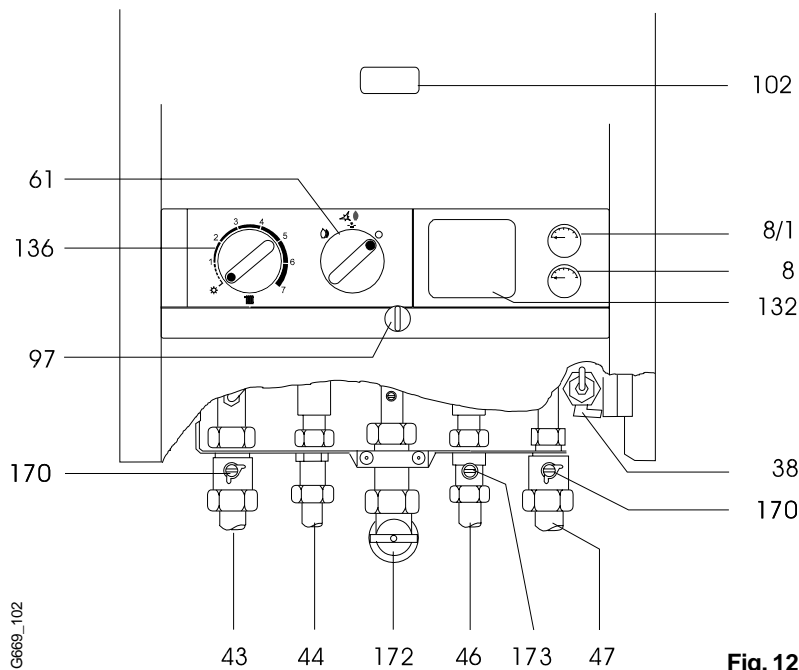

Fig. 12
Controlar el tiro de salida con un depresímetro. Comprobar si el selector de temperatura (pos. 136, fig. 12) desconecta el gas al quemador a la temperatura máxima ajustada.
Se informará al cliente el rellenado y purgado de la instalación, así como el control de la presión de agua en el manómetro (pos. 8/1, fig. 12) (Preparación para la puesta en marcha de la instalación, pag. 11).
Comprobar las llamas del quemador por el orificio de control (pos. 102, fig. 12).
Cerrar la llave de paso de gas (pos. 172, fig. 12) y ventilar el recinto. Informar a la compañía suministradora o al instalador.
Cerrar la llave de paso de agua fría (pos. 173, fig. 12).
Llaves de corte de calefacción (pos.170, fig. 12)
Llave de entrada agua fría (pos. 173, fig. 12)
Llenar la instalación hasta aprox. 1,5 bar, abriendo la llave de llenado (solo para ZW, pos. 38, fig. 12), en los modelos ZS puede instalarse, una llave de llenado en el punto de llenado (pos. 376, fig. 2) de la caldera o bien en otro punto cualquiera de la instalación.